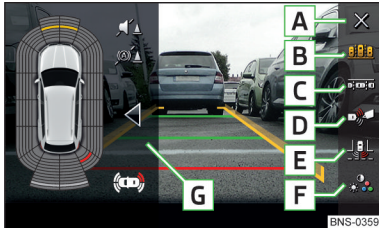

Abb. 276
Funktionsflächen » Abb. 276
- › Die Funktionsfläche **C** » Abb. 276 auf Seite 239 antippen.